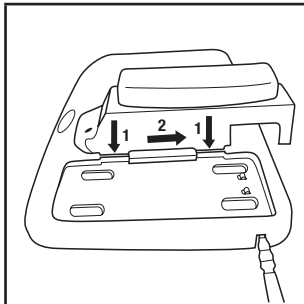

Fig. 2 – Programación de cargador para múltiples estaciones
- Cargador de batería para 4 estaciones 3M™ TR-944N: Inserte el TR-640 en uno de los puertos de carga en la Base para batería de 4 estaciones 3M™ TR-944N y deslice hacia atrás para asegurarla en su lugar (Fig. 2). (NOTA: Cuando se usa el cargador de 4 estaciones, el Suministro de corriente de una sola estación 3M™ Versaflo™ TR-941N no se usa con TR-640.)